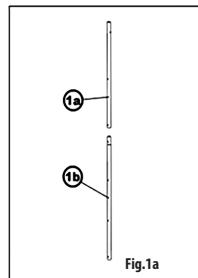
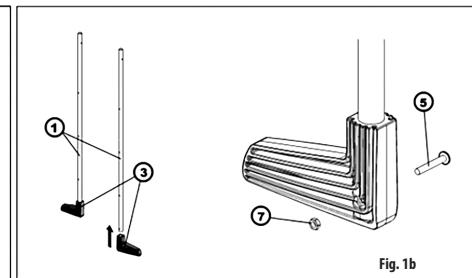

Fig. 1a
Fig. 1b
Tryck fast stödbågar (3) mot rätt ändskydd (utifrån hål) på ben (1). Skruva ihop fästena med de medföljande skruvar (5) och muttrar (7) (**Fig. 1b**). Förbereda den övre delen (1a) och nedre delen (1b) (**Fig. 1a**) när det gäller delade poolstegen 1,20 m.